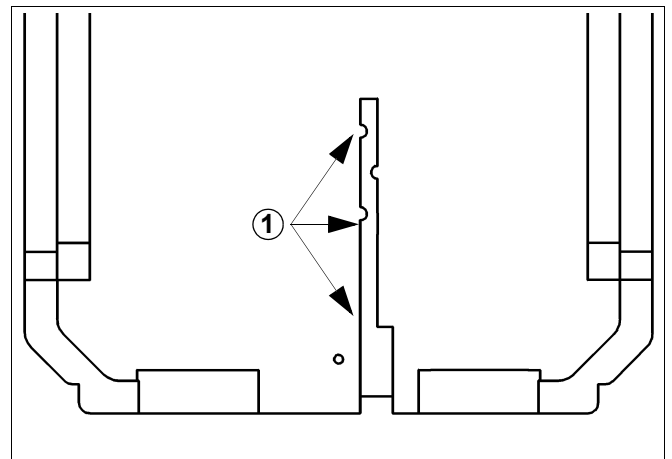

Рис.11 Задний теплоизоляционный элемент
- Электрические провода проложите через кабельный ввод (рис. 11, [1]) заднего теплоизоляционного элемента и выведите назад.